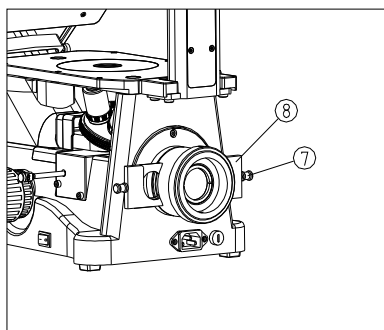

图 8
- (3) 旋下荧光插板⑧上的其中一个插板手柄⑦,将插板⑧插入荧光装置连接体的槽⑥中,当听到滴答声后,表明插板已对准中间一个工作位置(有 3 个工作位置),然后再将刚旋下的插板手柄⑦旋紧。(如图 8)